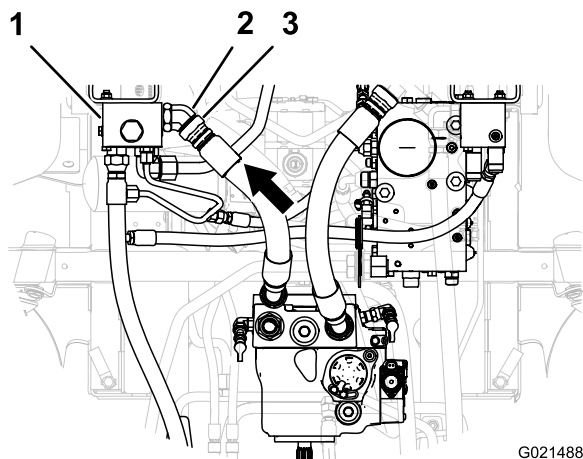

Figura 18
3. Alinee el acoplamiento recto de la manguera de presión hidráulica con el acoplamiento hidráulico de 45° del colector del divisor de flujo (Figura 18).
4. Enrosque el acoplamiento recto de la manguera de presión hidráulica en el acoplamiento de 45° del colector del divisor de flujo (Figura 18).